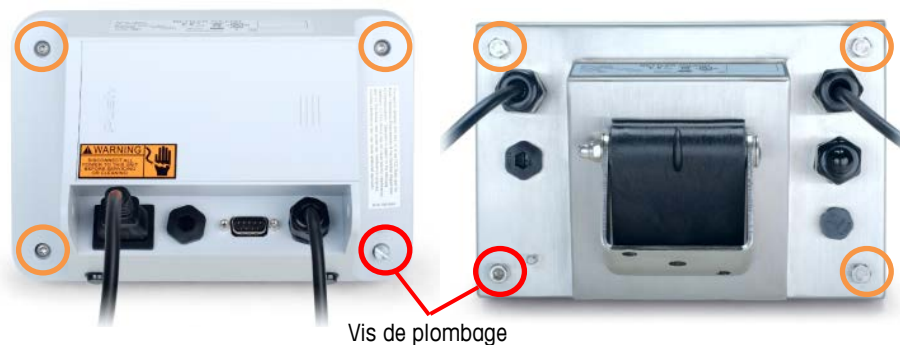

Figure 2-2 : Ouverture des enceintes – IND231 (à gauche) et IND236 (à droite)
2. Pour l'IND236, utilisez une clé à douille de 10 mm pour desserrer trois des vis. Utilisez un tournevis d'insertion à tête Allen de 5 mm pour desserrer la vis de plombage, comme sur la Figure 2-2. Veuillez noter que les vis sont imperdables et restent attachées au couvercle arrière de l'IND236.